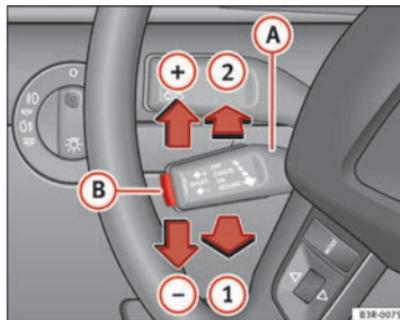

Abb. 140 Bedienungselemente der Geschwindigkeitsregelanlage
- Drücken Sie den Hebel **(A)** nach oben in Richtung  $\Rightarrow$  Abb. 140 **(+)**.
- Drücken Sie den Hebel **(A)** nach unten in Richtung  $\Rightarrow$  Abb. 140 **(-)**.
- Durch kurzes Drücken des Hebels **(A)** nach oben in Richtung  $\Rightarrow$  Abb. 140 **(+)** wird die gewünschte Geschwindigkeit um etwa 2 km/h erhöht.
- Durch kurzes Drücken des Hebels **(A)** nach unten in Richtung  $\Rightarrow$  Abb. 140 **(-)** wird die gewünschte Geschwindigkeit um etwa 2 km/h verringert.
Falls beim vorübergehenden Ausschalten keine gewünschte Geschwindigkeit gespeichert war, können Sie eine neue gewünschte Geschwindigkeit wie folgt speichern: Fahren Sie mit der gewünschten Geschwindigkeit und drücken Sie dann kurz die Drucktaste → Abb. 140 (B) (SET).
- Drücken Sie den Hebel (A) → Abb. 140 in Position (2) (gerastet).